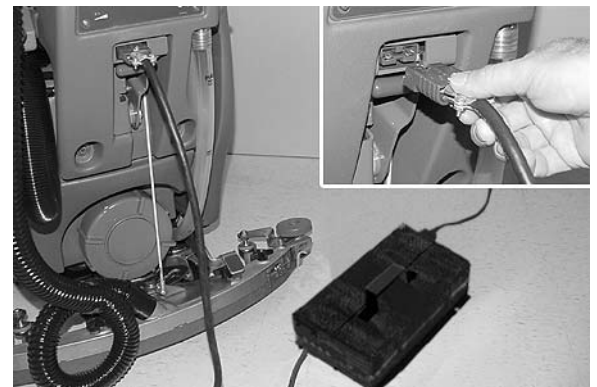

FIG. 35
- Branchez le cordon de courant continu du chargeur sur la prise de batterie située à l'arrière de la machine (Figure 35).